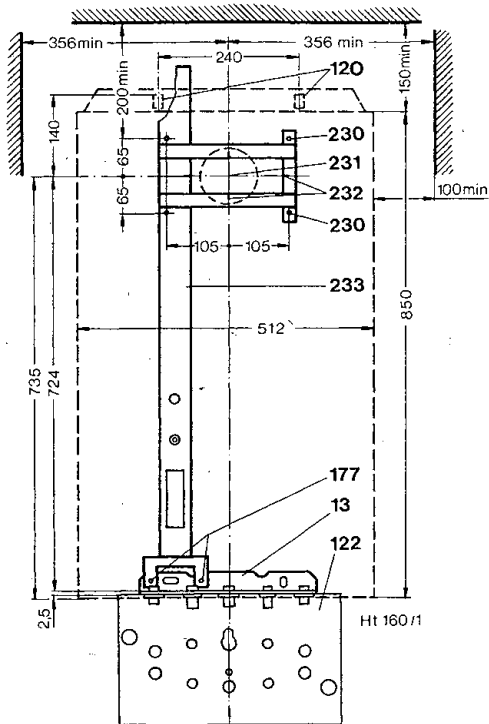

Bild 2 Installationslehre
Um Abgaskasten (240) und Montage-Anschlußplatte (13) fachgerecht installieren zu können, ist eine Installationslehre (233) erhältlich, Best.-Nr. 8 719 918 676 (Bild 2). Auch ohne Installationslehre ist die Installation möglich; es empfiehlt sich, zuerst die Wand für das Doppelrohr zu durchbohren; dazu Bild 2 auf Seite 3 beachten.